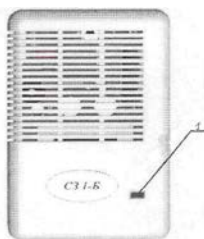

Рисунок 1.
2.4.1. После установки СЗ включить его в сеть переменного тока, подключив шнур питания к сетевой розетке. При этом индикатор, расположенный на лицевой панели СЗ ( Рис.1, поз.1), должен мигать зеленым цветом, частотой около 1 Гц, индицируя этим режим прогрева сенсора сигнализатора. Режим прогрева длится две минуты.